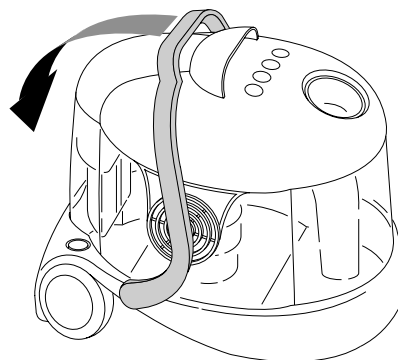

fig. 1
- Duw het handvat dat het deksel T blokkeert helemaal naar beneden (fig. 1).